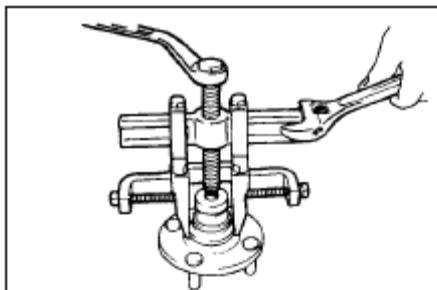

Рис. 156
- (2)** С помощью съемника, снимите внутреннее кольцо подшипника ступицы левой оси со ступицы левой передней оси.(рис. 156)